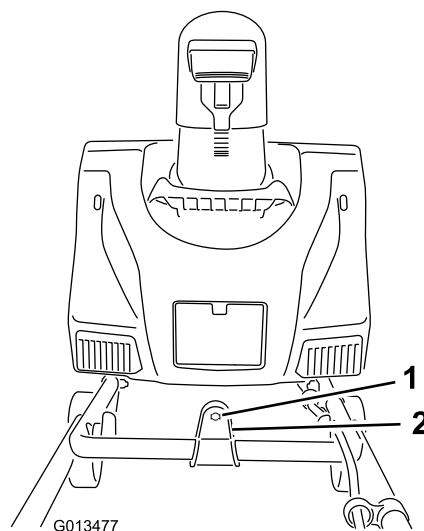

Figura 4
- Insira a extremidade da barra de controlo da calha através do furo no suporte que está ligado à parte superior da pega inferior (Figura 4).